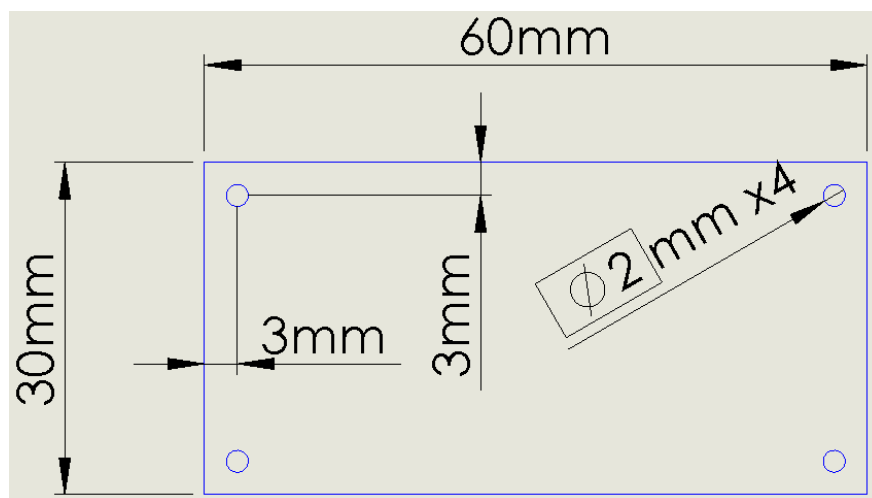

Figura 1. Diseño mecánico.
Use el diseño mecánico Figura 1, como referencia para obtener información de dimensiones del PCB y perforaciones de montaje:
- Agregue 4 tooling holes, no plateados, 2 mm, colocados, cada uno, a 3 mm, tanto horizontal como verticalmente, de la esquina como se observa en la Figura 1.